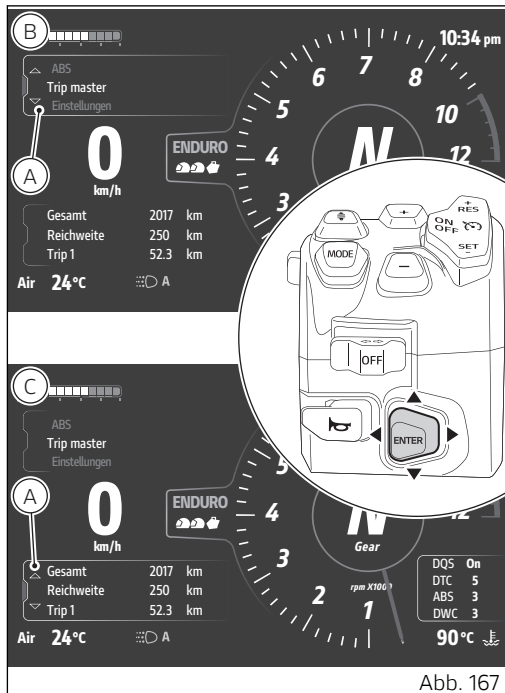

Abb. 167
Das jeweils gewählte Menü wird mit der aktiven Umrandung (A, Abb. 167) angezeigt und der Joystick kann dann für das Surfen und den Dialog im bzw. mit dem Menü verwendet werden.
- ist aktuell das „Interactive menu“ gewählt, den Joystick lange in die Position ▼ drücken, um die Markierung auf „Informationen“ (C, Abb. 167) zu verschieben;
- ist aktuell die Angabe „Informationen“ gewählt, den Joystick lange in die Position ▲ drücken, um die Markierung auf „Interactive menu“ (B, Abb. 167) zu verschieben.